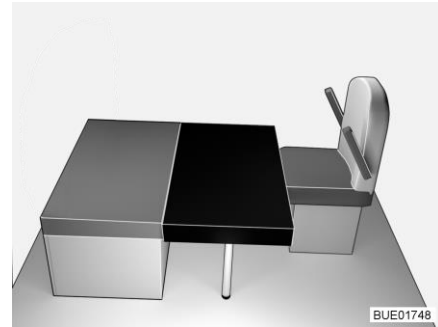

Fig. 161 Après la transformation
- Poser le coussin supplémentaire rectangulaire sur la table (devant le coussin d'assise de la banquette, voir Fig. 161).